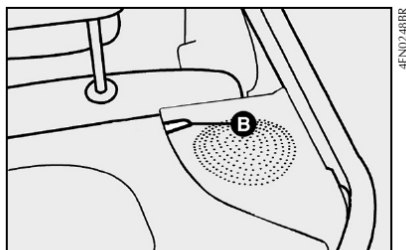

fig. 66
2) Tirar os pinos do bagagito das respectivas sedes **B-fig. 66** e removê-lo.